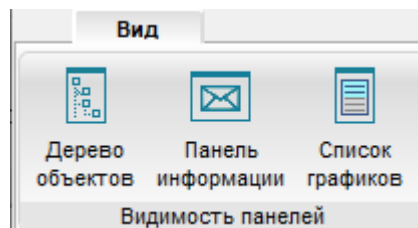

Рис. 237
18.13.1.4. Меню «Вид» содержит команды вывода в главное окно встраиваемых окон программы (рис. 237).